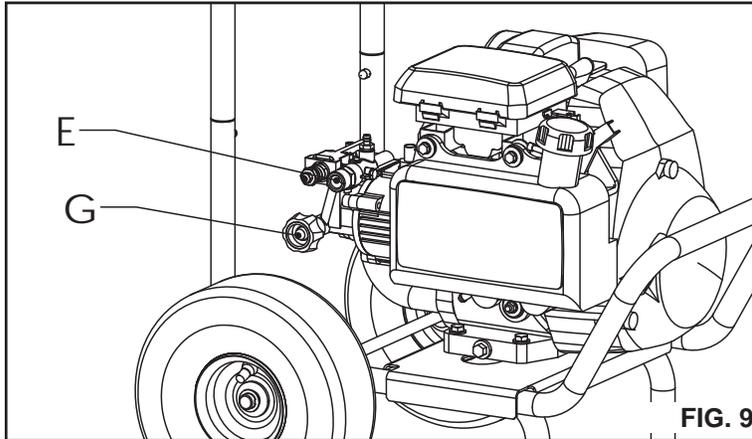

FIG. 9
5. **Conecte el suministro de agua a la entrada de la bomba (G).** **NOTA:** El agua suministrada debe tener un promedio de 18,925 l/min (5 galones) por minuto a 137,8 kPa. (Fig. 9)